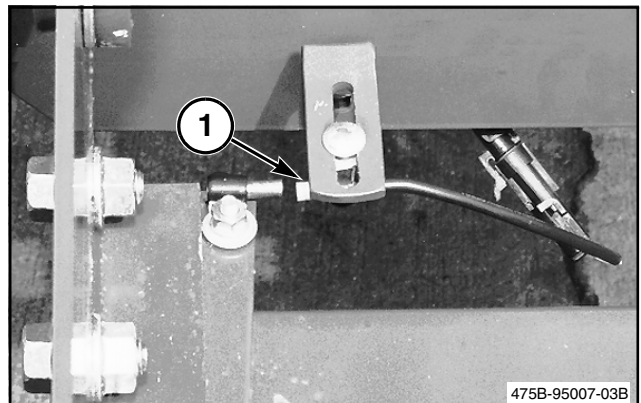

FIG. 23
FIG. 23: Kontakten til rullesliske-ned (1) er placeret i presserens nedre, højre baghjørne. Denne kontakt tilkalder operatørens opmærksomhed hvis balle-slisen ikke er nede, når presseren er i gang.